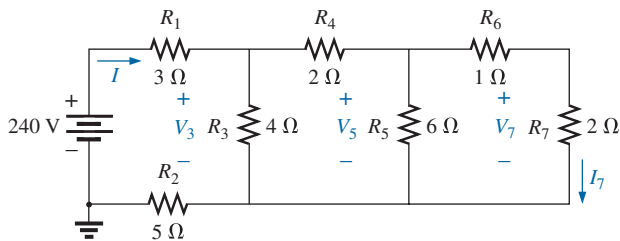

Figura 7.85 Problema 26.
- 26. Considerando o circuito em cascata mostrado na Figura 7.85: